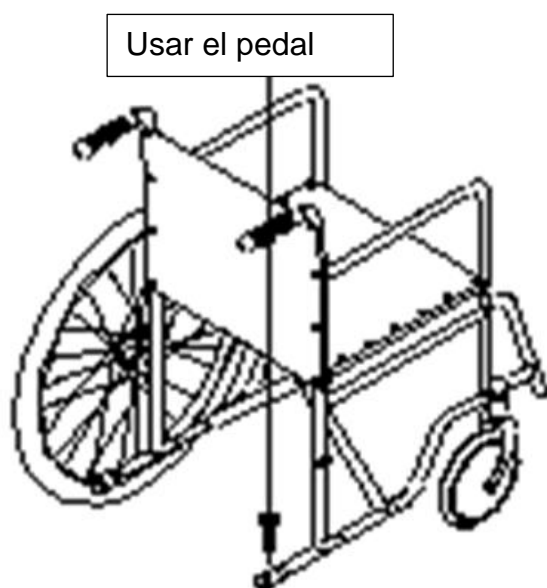

Figura 4
- Hay una barra de inclinación hacia atrás con un casquillo de plástico en la parte inferior de la silla de ruedas. El asistente camina sobre la barra de inclinación hacia atrás para inclinar la silla de ruedas hacia atrás, la rueda delantera sube primero los escalones y luego levanta fácilmente la silla de ruedas con el pasajero para subir las escaleras. (Ver figura 4)